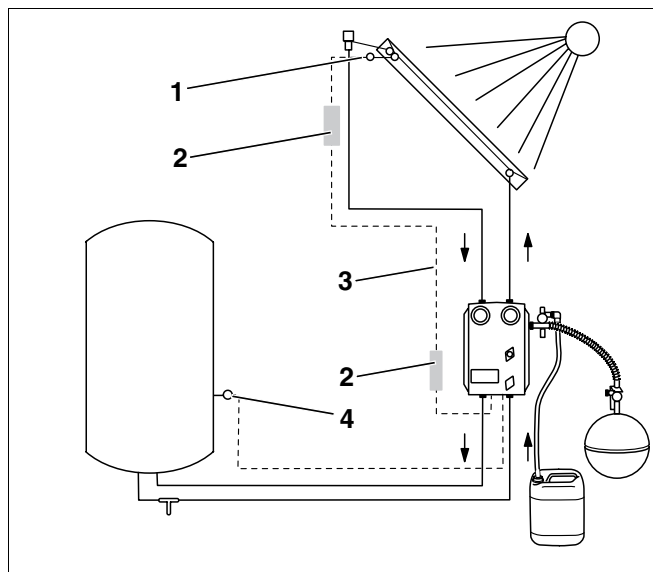

Fig. 16 Montar a sonda do colector e do termoacumulador
- Ligue o cabo da sonda, ligado por fios na unidade completa, sem o sensor de temperatura ligado, ao ligador de cabos do sensor (Fig. 16, **Item 2**, em baixo).
- Coloque a sonda do colector (Fig. 16, **Item 1**) na abertura prevista do colector e fixe-a com a ajuda da união roscada para que não caia. Poderá obter mais informações nas instruções de montagem do colector.
- Ligue o cabo da sonda do colector ao ligador de cabos de sensor (Fig. 16, **Item 2**, em cima).
- Prolongue o cabo da sonda (por parte do cliente) com um cabo bifilar (Fig. 16, **Item 3**, $2 \times 0,75 \text{ mm}^2$). Aperte-os nos dois ligadores de cabos de sensor (Fig. 16, **Item 2**).
- Coloque a sonda do termoacumulador (Fig. 16, **Item 4**, Página 20) no ponto de medição previsto no termoacumulador solar (utilizar pasta condutora de calor). Poderá obter mais informações nas instruções de montagem do termoacumulador solar.